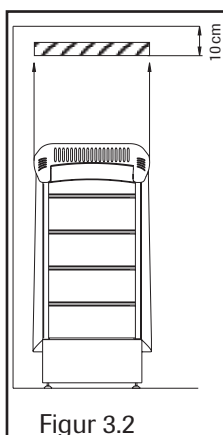

Figur 3.1 Kretskort anslutnings
- Koppla in handmanöverdosans och sensorns anslutningar i kretskortets stickproppar (figur 3.1)